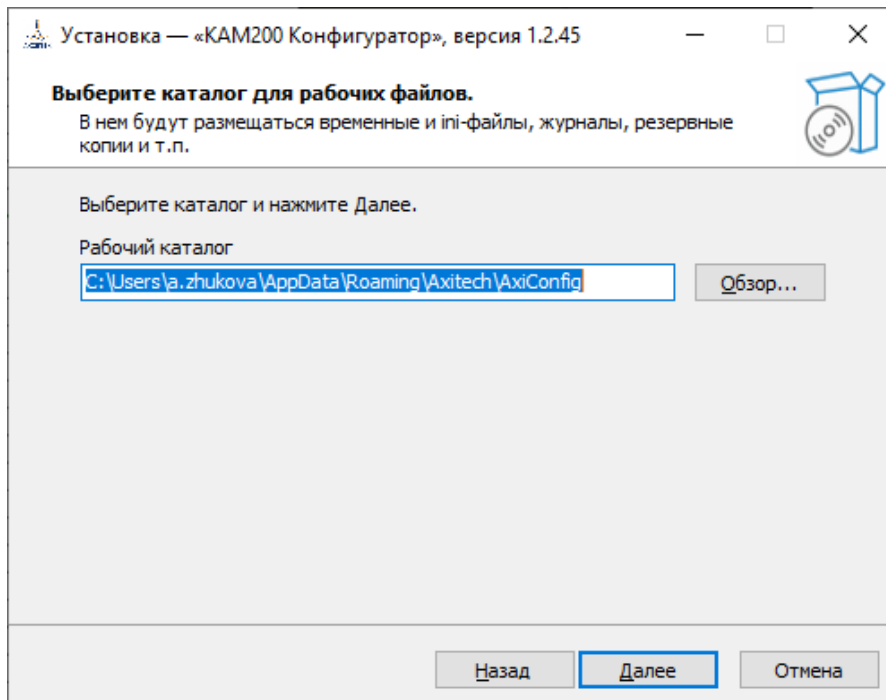

Рисунок 2 – Выбор каталога рабочих файлов
3. Выбрать папку каталога рабочих файлов (см. рисунок 2). Нажать кнопку «Далее».